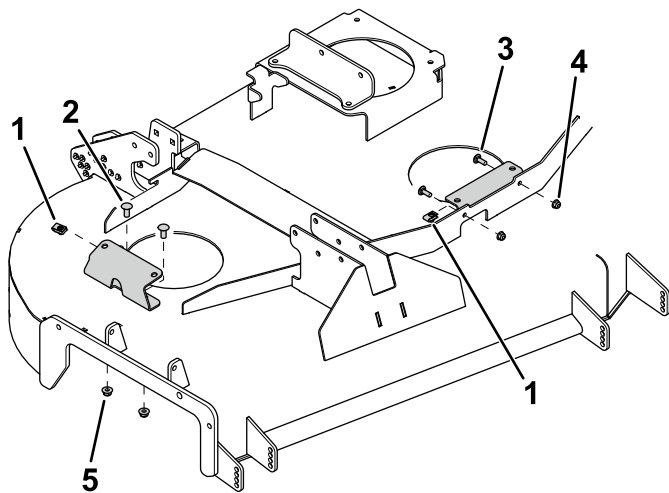

Figura 7
- Utilize quatro parafusos de carroçaria e quatro porcas (3/8 pol.) para fixar os suportes laterais da cobertura da correia à unidade de corte (Figura 7).
- Utilize duas porcas (5/16 pol.) e os parafusos de carroçaria previamente removidos para fixar o suporte intermédio da cobertura da correia à unidade de corte (Figura 7).
- Posicione as porcas em U nos suportes da cobertura da correia como se mostra na Figura 7.